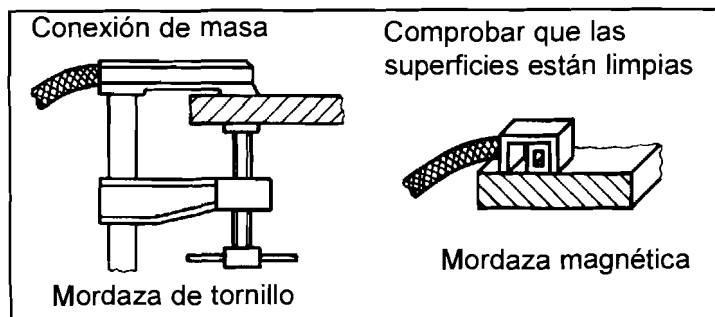

FIGURA 4.10: CONEXIÓN DE MASA
- Conexión de masa (ver figura 4.10).